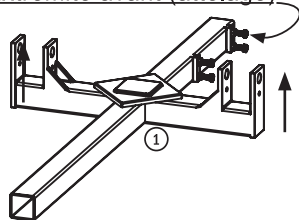

Fig. 1
Étape 2 : Déballiez les articles accessibles restants. Une fois la partie supérieure enlevée, retirez soigneusement chaque pièce du plateau (16) et mettez-les de côté. Placez les objets similaires ensemble pour les retrouver facilement.
Étape 4 : Disposez les pièces du châssis. Dans un endroit bien éclairé et avec suffisamment d'espace pour assembler et déplacer la remorque, posez le châssis principal (1) sur le sol, les tenons d'essieu orientés vers le haut, comme indiqué sur la fig. 1. NOTE : l'extrémité avant (celle où l'attelage est installé) de la remorque est celle qui comporte les deux bossages avec quatre trous taraudés M12.